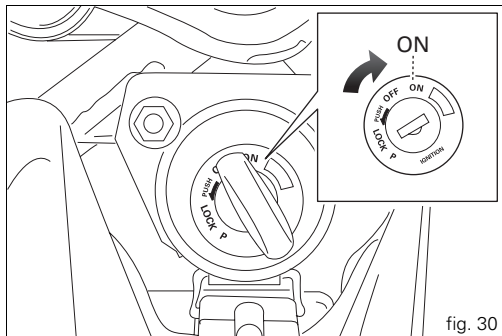

fig. 30
- 1) Tourner le contacteur d'allumage sur la position **ON** (fig. 30). Vérifier que le témoin vert **N** et le témoin rouge  sur le tableau de bord sont allumés.